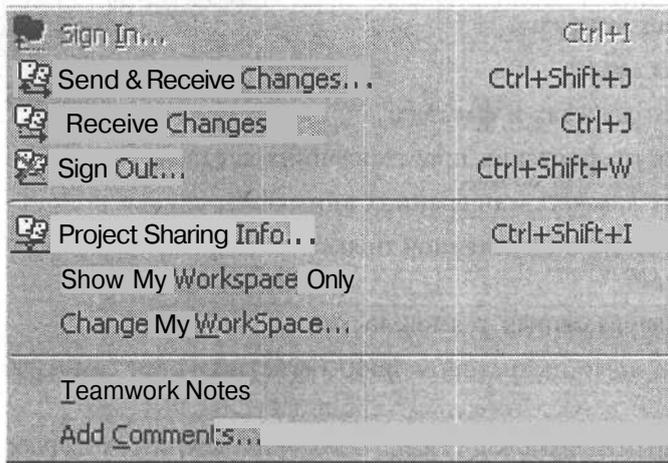

Рис. 2-65. Подменю команды TeamWork (Коллективная работа)
- переназначает записи покинувших группу разработчиков с ограниченными возможностями (см. рис. 2-65 а);